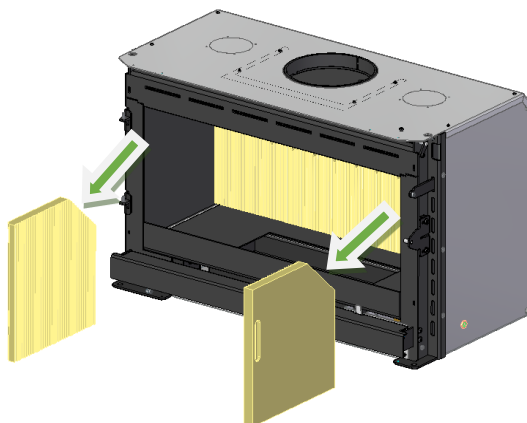

Figura 41 – Remoção das laterais em vermiculite do equipamento
3. Remova as 2 peças das laterais, deslocando para o centro do equipamento e posterior para o exterior do equipamento, ver Figura 41.